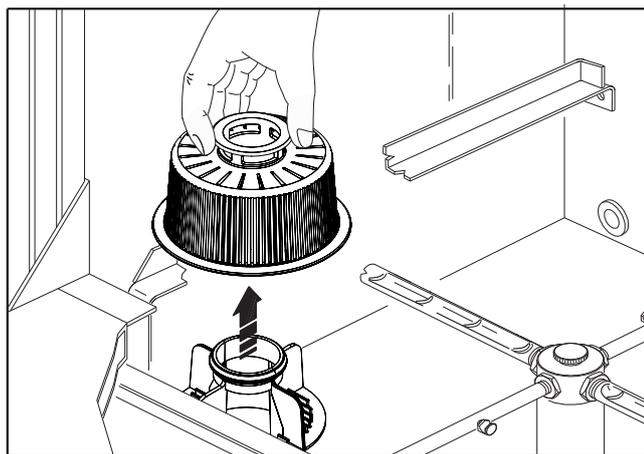

Fig. 17
5. Enlever et nettoyer le filtre de la pompe de lavage (fig. 17) et, le cas échéant, les filtres cuve éventuels
9. Enlever et nettoyer le filtre de la pompe de lavage (fig. 17) et, le cas échéant, les filtres cuve éventuels